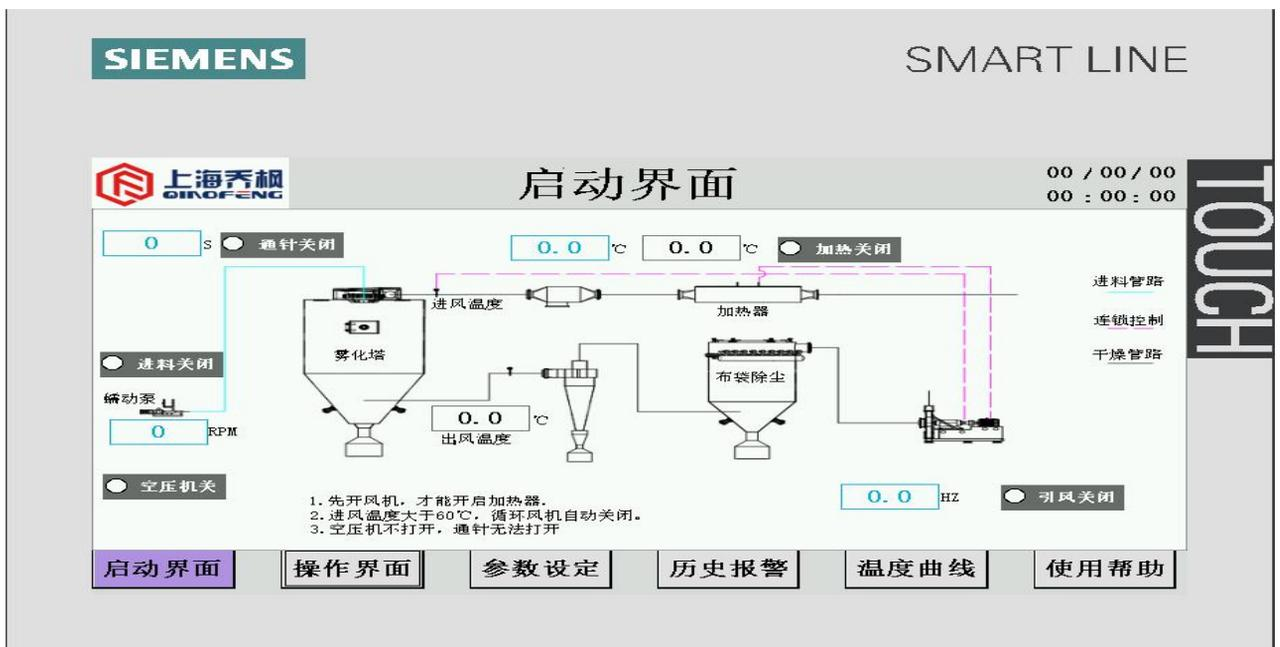
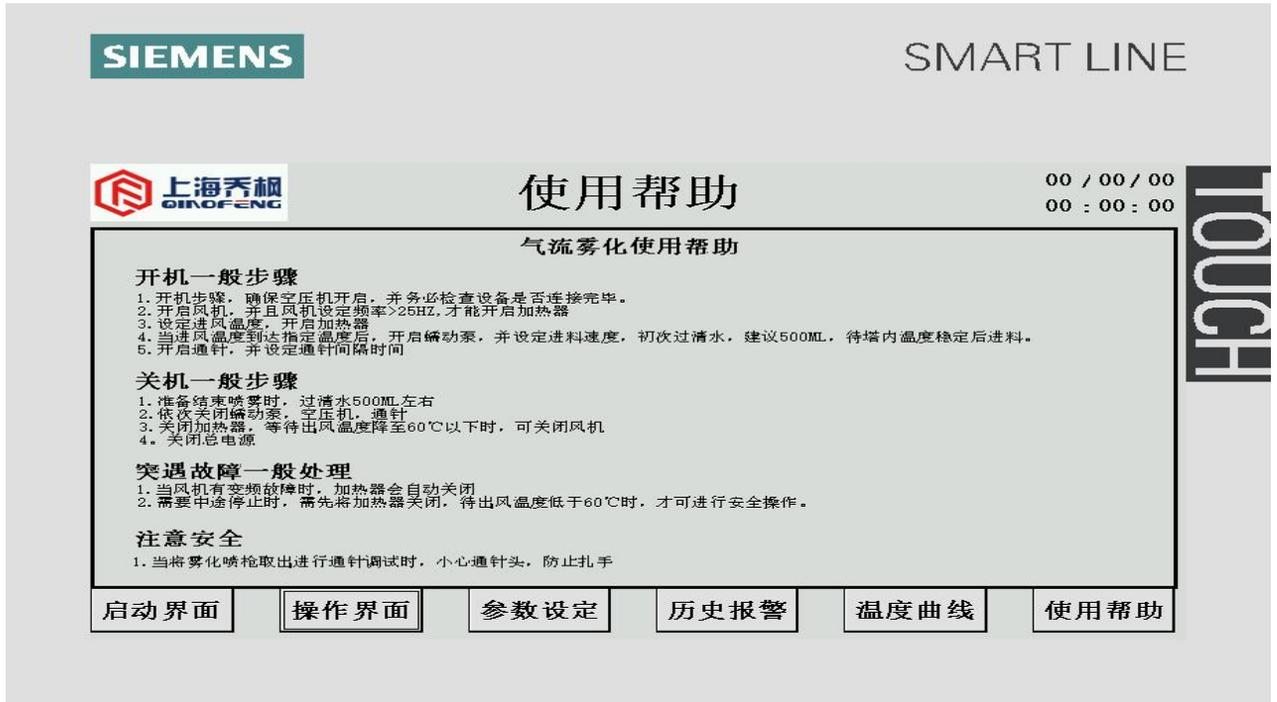

图 2
图 3
➤  点击此按钮进入操作界面。如下图 2 所示
(1) 进入“操作界面”后如图 2 所示。此时应点击“使用帮助”，并仔细阅读后返回操作界面。如：图 3、所示。